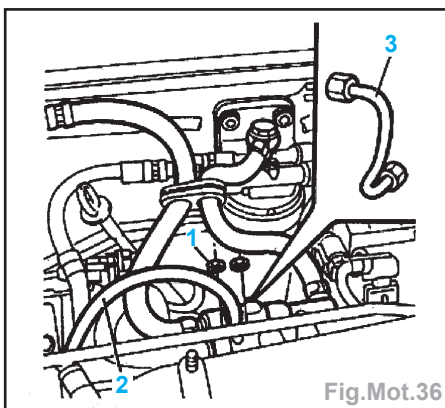

Fig.Mot.36
- le tuyau de dépression (3a), déposer les écrous (1), débrancher le tuyau (2) et déposer le tube (3) (Fig.Mot.36).